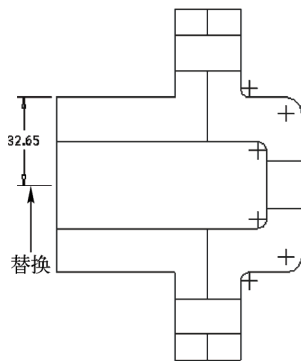

图 4-54 替换尺寸标注
STEP 04 在绘图区中合适的直线上单击鼠标左键，标注尺寸，即可替换尺寸标注，效果如图 4-54 所示。